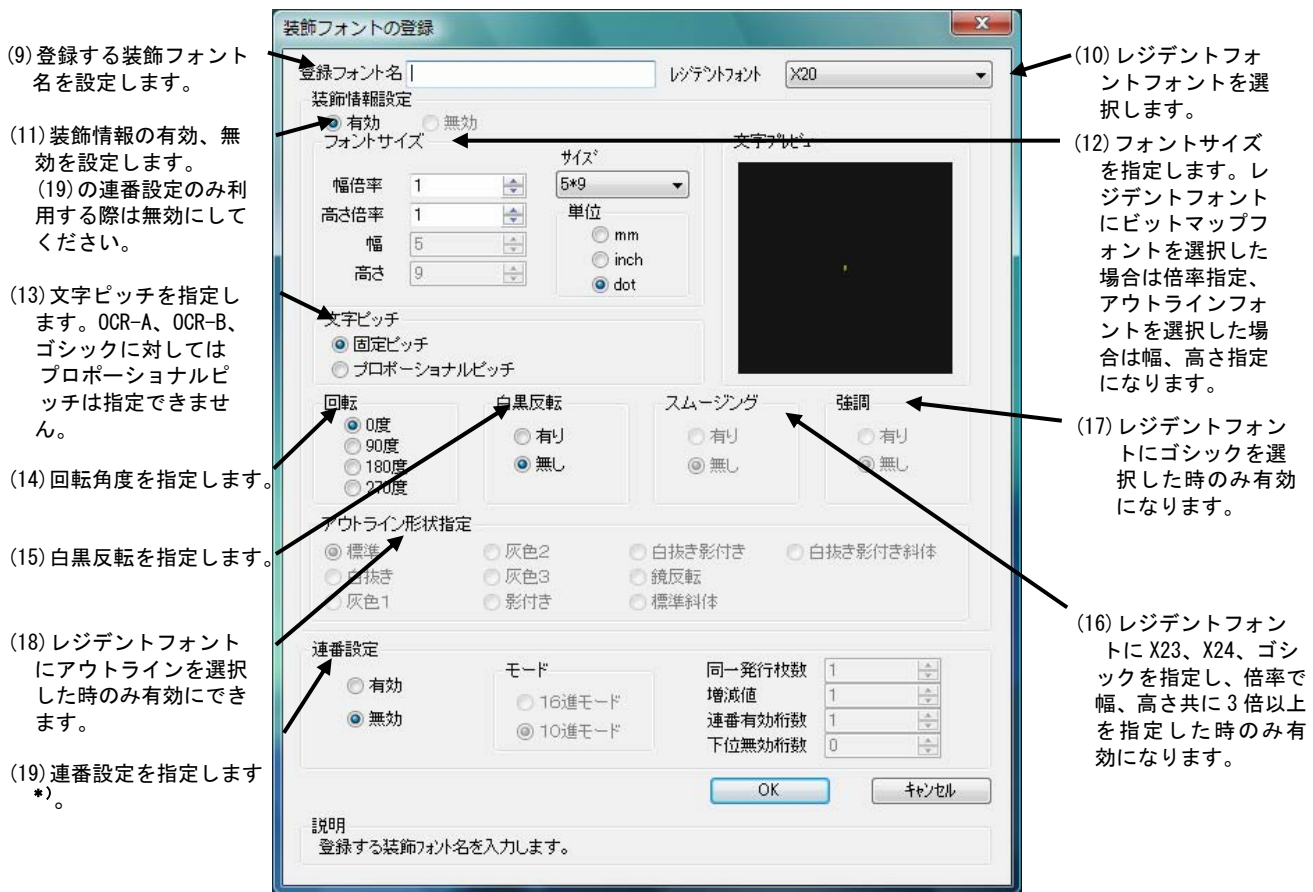

図 1.7.2. 「装飾フォントの登録」画面
- (1) 装飾フォントを新規登録します。クリックすることにより図 1.7.2 に示す画面が表示されます。
- (2) チェックしておくことにより、「新規登録」「変更」を選択した際の初期値に、登録済み装飾フォントのデータを適用できます。
- (3) 登録済み装飾フォントの設定を変更できます。クリックすることにより図 1.7.2 に示す画面が表示されます。
- (4) 登録済み装飾フォントを削除します。